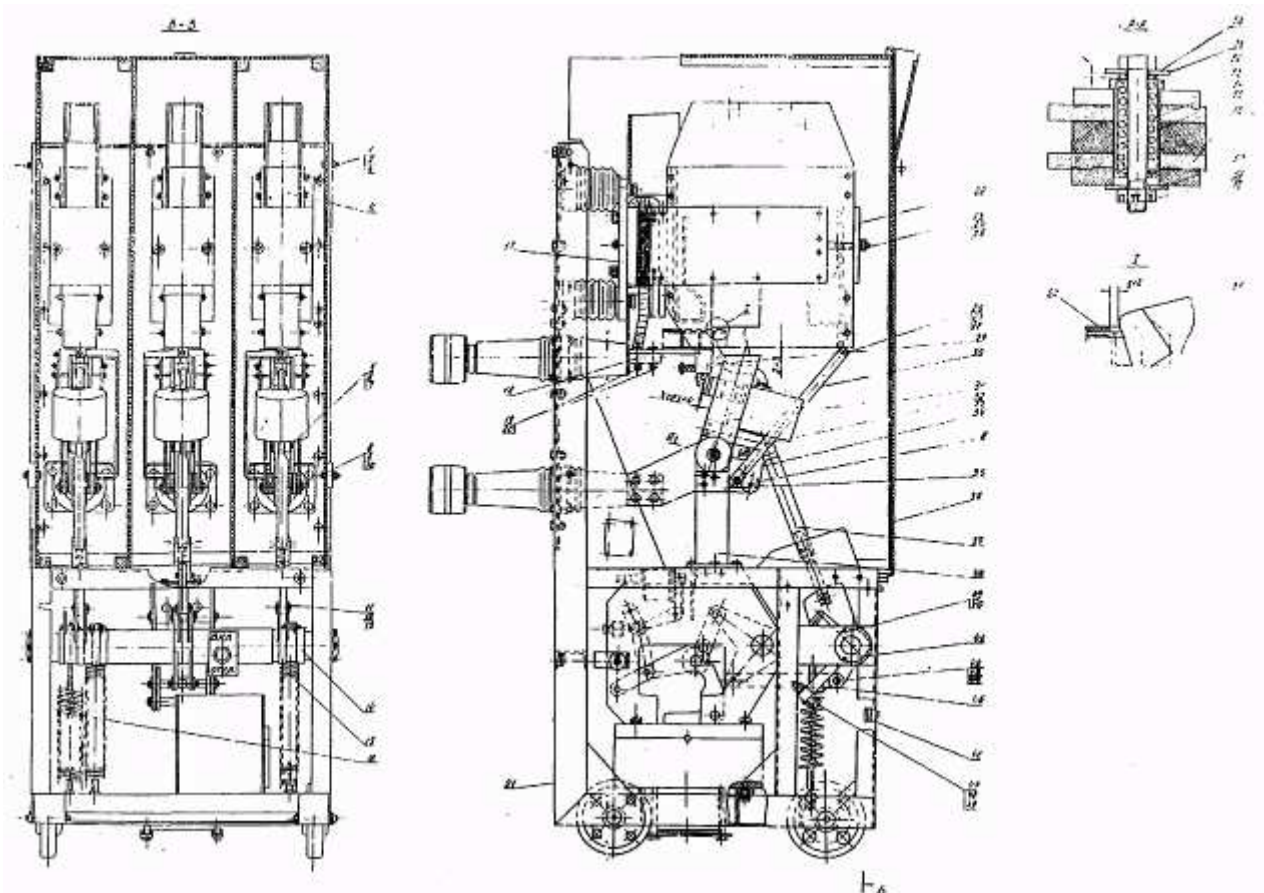

Рис.1. Электромагнитный выключатель БЭМ-6-2000:
01.1*. Отвернуть гайки 2 (рис.1, см.вклейку) и снять кожух 36.
03.1. Отвернуть гайку 27 (см. рис.1) и отсоединить шину 30 от камеры 4.
- 04.1. Расшплинтовать и вынуть ось 32 (см. рис.1).
05.1. Отвернуть гайки 20 (см. рис. 1), вынуть болты 19, снять неподвижный контакт 29 с выключателя.